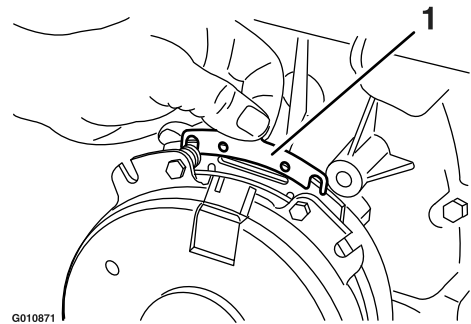

**Figura 66**
- A. Afloje ambos pernos de montaje del freno entre media y una vuelta, según se muestra en Figura 66.